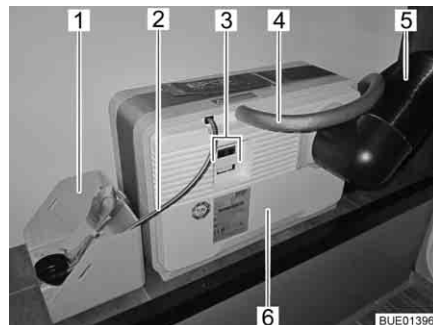
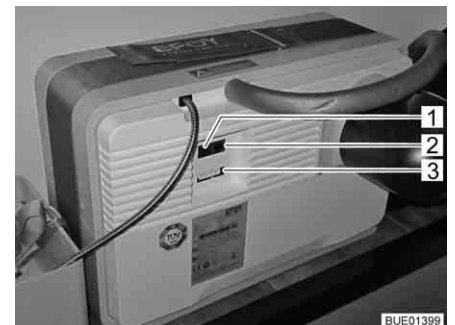

Bild 155 Bränslecell med tankpatron
Bild 156 Anslutningsfält bränslecell
Bränslecellen består av flera komponenter, som är monterade i det bakre bagageutrymmet (Bild 155), och en kontrollenhet (Bild 157) i bodelen.
På bränslecellen (Bild 155,6) finns:
- anslutningen för frånluftsslangen (Bild 155,4) resp. påfyllningsöppningen för servicevätskan
- värmeavledningsröret (Bild 155,5)
- elanslutningar (Bild 155,3) med datagränssnitt (Bild 156,2), apparatanslutning (Bild 156,3) och anslutning för kontrollpanelen (Bild 156,1)
Till bränslecellen hör en tankpatron, som kopplas till bränslecellen (Bild 155,6) via tankanslutningen (Bild 155,2).
Tankpatronen är fastsurrad i tankpatronhållaren (Bild 155,1).